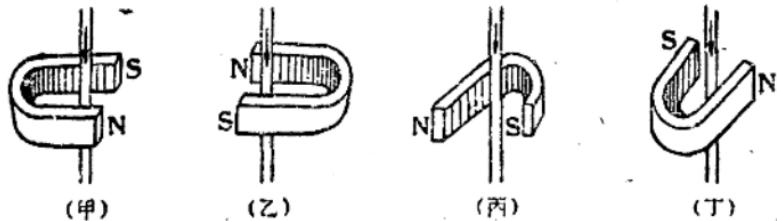

图 96①
它们立即填入事前备好的板图上(图 96 甲)，随即令同学注意观察通电后导线运动方向接通电路，将观察到的导线运动方向立即填入图 96 内。为明显起见，导线运动的方向可用色粉笔画出。随后，按着上述的步骤，依次再作磁铁固定在另外三个不同位置(图 96 乙、丙、丁)的实验。并将每次的结果记在板图上。然后再改变电流方向，使之由下向上，按上次的步骤和旋转磁铁的顺序，得出每次实验中的运动方向。同样在另一准备好的板图上，把结果记录下来。根据两次的实验记录，指出通电导线的运动方向是随磁力线方向和电流方向而改变的，同时指出无论方向怎样改变，导线运动方向总是与磁场和电流方向垂直的。
机的电枢，导线的绕法比较复杂。因此应结合模型说明，否则学生在理解图96时是有困难的（见后面的参考资料1）。然后说明这样的电枢，无论转至什么位置，总的受力情况都是一样的，因此转动可以均匀。课本上图96中铁心中心的孔，表示电枢的轴，该孔有一凸出部分，是使轴与圆柱铁心固定的。
1. 鼓形电枢 課本中图 96 是一个鼓形电枢的略图，现在介绍一下这种电枢的較詳細的知識。